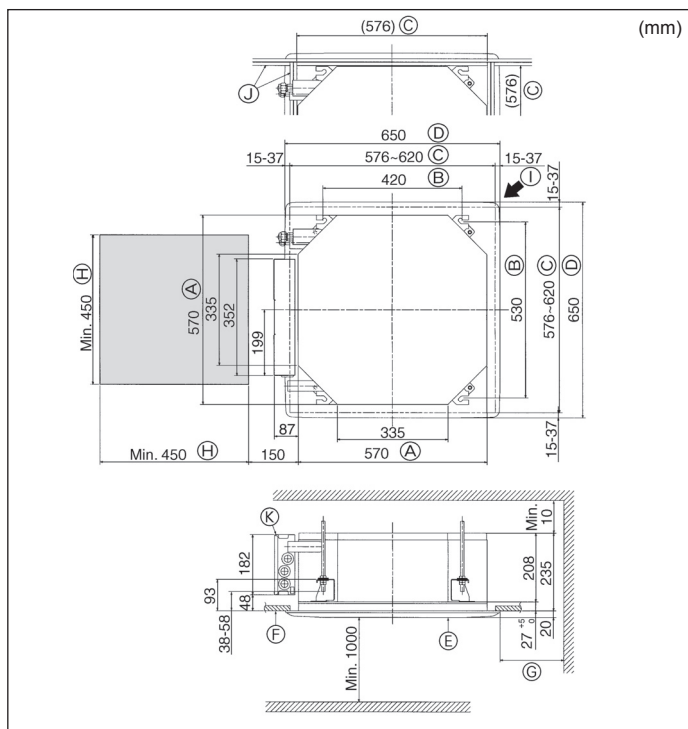

Fig. 4-2
4.2. Plafondopeningen en posities voor installatie van de ophangbouten (Fig. 4-2)